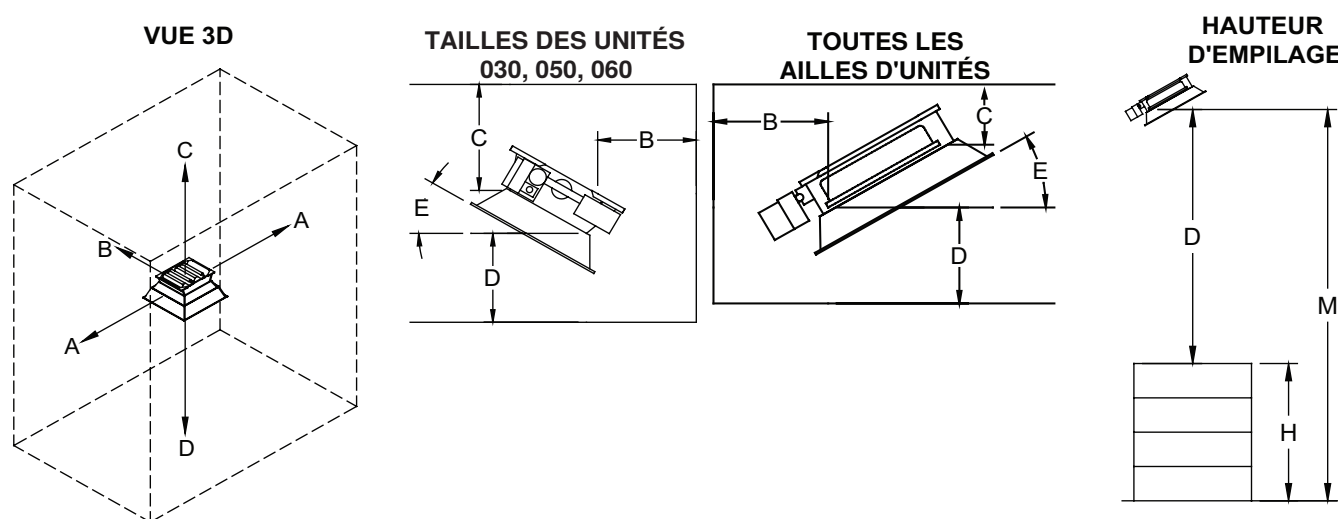

Figure 2. Dégagements de combustibles (se référer au **Tableau 5**)
- **Dégagements de combustibles** : Le dégagement par rapport aux surfaces combustibles est défini comme étant la distance minimum requise entre l'appareil de chauffage et toute surface ou objet pour lequel il faut s'assurer que la température de surface ne dépasse pas de plus de 90°F (50°C) la température ambiante avoisinante. Si l'unité doit être proche du toit ou du plafond, interposer un déflecteur incombustible (deux fois la taille du réflecteur) entre l'unité et le toit ou le plafond. Prévoyez au moins 2 pouces (52 mm) entre le toit ou le plafond et le déflecteur incombustible. Laissez au moins 12 pouces (305 mm) entre le déflecteur incombustible et le dessus du radiateur. Dans les emplacements utilisés pour l'entreposage de matériaux combustibles, assurez-vous que des panneaux sont affichés pour spécifier la hauteur d'empilage maximale permise afin de maintenir les dégagements requis entre l'appareil de chauffage et les matériaux combustibles (ANSI Z233.1/NFPA 54). Les dimensions indiquées dans la **Figure 2** et répertoriées dans le **Tableau 5** sont les suivantes : A = côté de l'appareil de chauffage, B = arrière de l'appareil de chauffage, C = dessus de l'appareil de chauffage, D = dessous de l'appareil de chauffage, E = angle de montage (plage de 5 à 30 degrés), H = hauteur d'empilage ($H = M - D$) et M = hauteur de montage (se référer à la section **Emplacement de l'appareil de chauffage**).